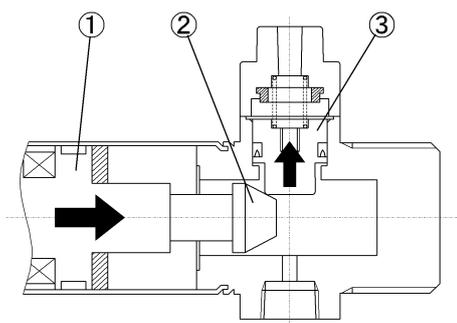

図1
- (a) シリンダのピストン①がストロークエンドに近づくと、ストップピストン③はスリーブ②の斜面に沿って押し上げられます。(図1)